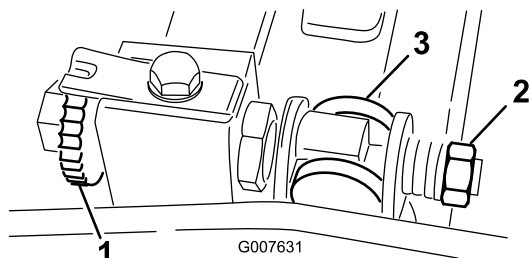

Figure 54
1. Tournez la vis de réglage de la barre d'appui dans le sens antihoraire pour éloigner la contre-lame du cylindre (Figure 54).
2. Faites sortir l'écrou de tension du ressort jusqu'à ce que la rondelle ne soit plus tendue contre la barre d'appui (Figure 54).